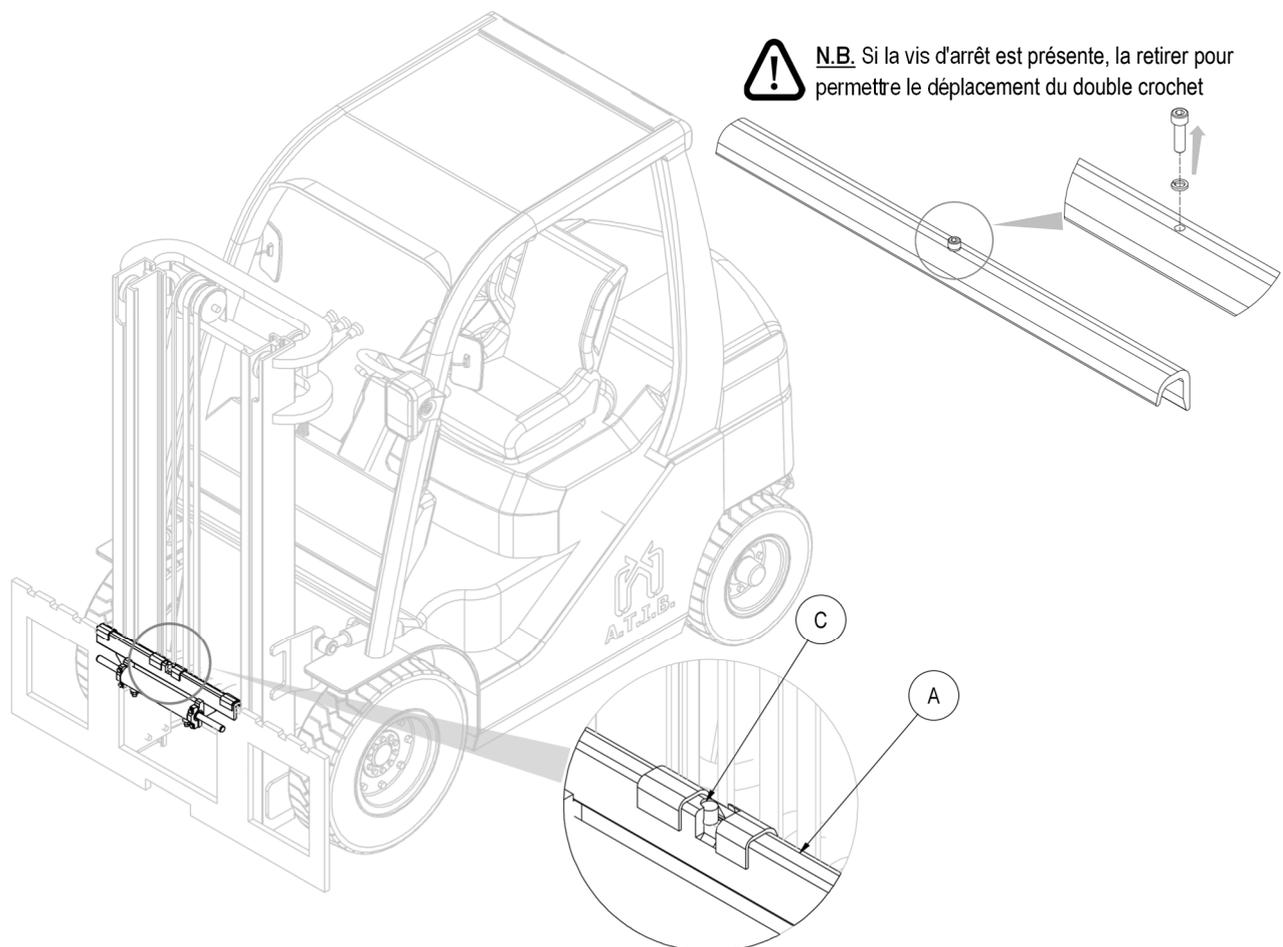

Figure 6
4. Prendre manuellement le double crochet **A** (avec ses bagues coulissantes et son vérin de translation), et le placer sur le profil supérieur du tablier porte-fourches, en prenant soin d'encaster la goupille de centrage **C** dans l'encoche centrale de celle-ci (voir *Figure 6*).